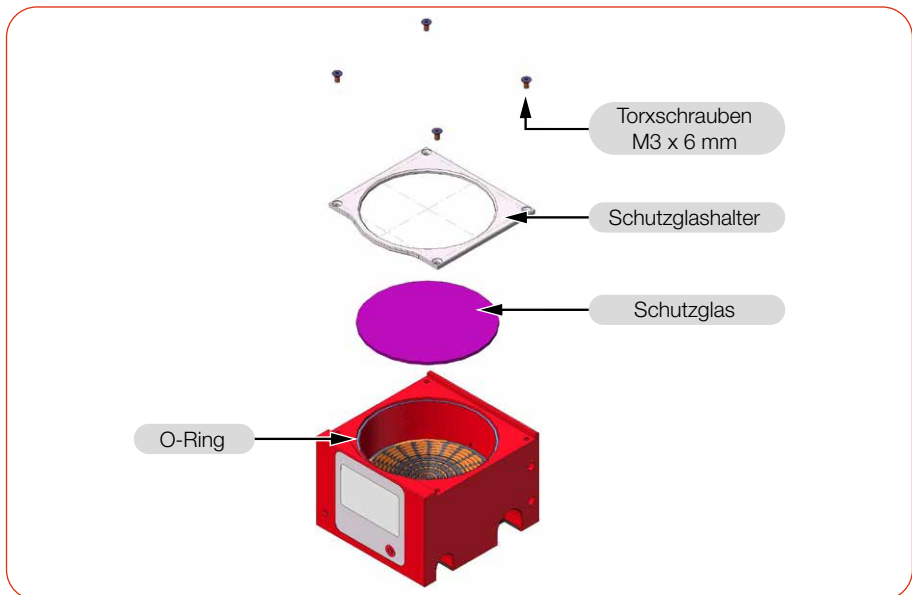

Abb. 12.1: Schutzglas wechseln
5. Legen Sie das Gerät gemäß der Abb. 12.1 auf Seite 61 ab und nehmen Sie den Schutzglashalter vorsichtig nach oben ab.
9. Setzen Sie den Schutzglashalter gemäß der Abb. 12.1 auf Seite 61 auf.